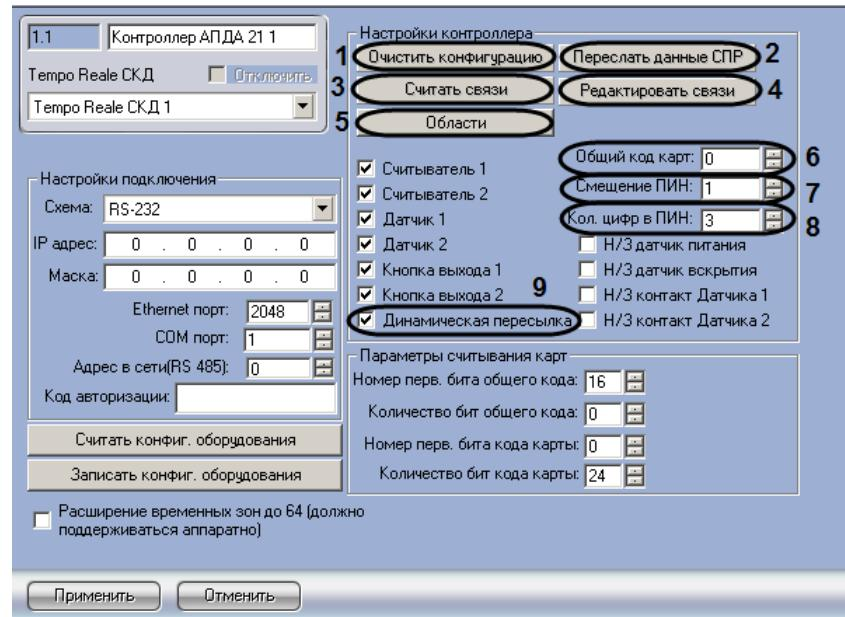

Рис. 3.3—4 Общая настройка контроллера АПДА.21
2. **Запись конфиг. оборудования** - применяется для записи конфигурации оборудования в контроллер АПДА.21 (см. Рис. 3.3—3, 9).
1. Перейти на панель настройки объекта **Контроллер АПДА 21** или **Контроллер АПДА 41** (Рис. 3.3—4).
2. Для очистки конфигурации контроллера нажать кнопку **Очистить конфигурацию** (см. Рис. 3.3—4, 1).
3. Для пересылки конфигурации из ПК ACFA *Intellect* в контроллер нажать кнопку **Переслать конфигурацию** (см. Рис. 3.3—4, 2). В результате выполнения операции в контроллер будут отправлены связанные с ним настройки ПК ACFA *Intellect*, в том числе сведения об уровнях доступа, пользователях, временных зонах и праздниках.
4. Для считывания логических связей между событиями в контроллере нажать кнопку **Считать связи** (см. Рис. 3.3—4, 3).
5. Для редактирования логических связей между событиями в контроллере нажать кнопку **Редактировать связи** (см. Рис. 3.3—4, 4).